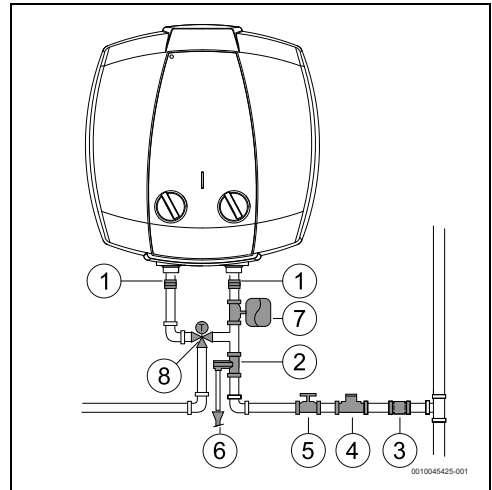

Fig. 10 Raccordement d'eau
- Fermer la vanne d'arrêt de l'eau (→ Fig. 10, [5]).
- ▶ En cas d'utilisation de tubes PEX, installer un contrôle thermostatique (Fig. 10, [8]) dans le tube de sortie de l'appareil. Il doit être réglé pour correspondre aux performances du matériel utilisé.
- ▶ installer un réducteur de pression (Fig. 10, [4]). La soupape différentielle se déclenche lorsque la pression d'eau dans l'appareil est supérieure à 8 bars (± 1 bar), et il est donc nécessaire de prévoir un moyen d'évacuer cette eau.
- ▶ installer un vase d'expansion (Fig. 10, [7]) pour empêcher l'ouverture trop fréquente de la soupape différentielle. Le volume du vase d'expansion doit être équivalent à 5% du volume de l'appareil.